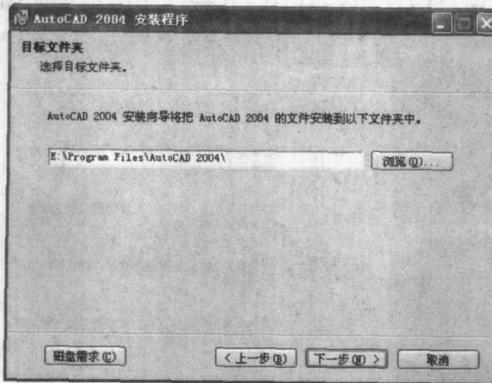

图 1-7 确定安装目录
9. 如图 1-7 所示，现在安装程序要求用户指定用于安装 AutoCAD 2004（中文版）的文件夹，如接受默认的目标文件夹“C:\Program Files\AutoCAD 2004”，可单击“下一步”按钮。如果不占用系统盘的空间，在其他硬盘上安装 AutoCAD 2004，用户也可以单击“浏览”按钮来指定在其他驱动器和文件夹中安装 AutoCAD 2004。